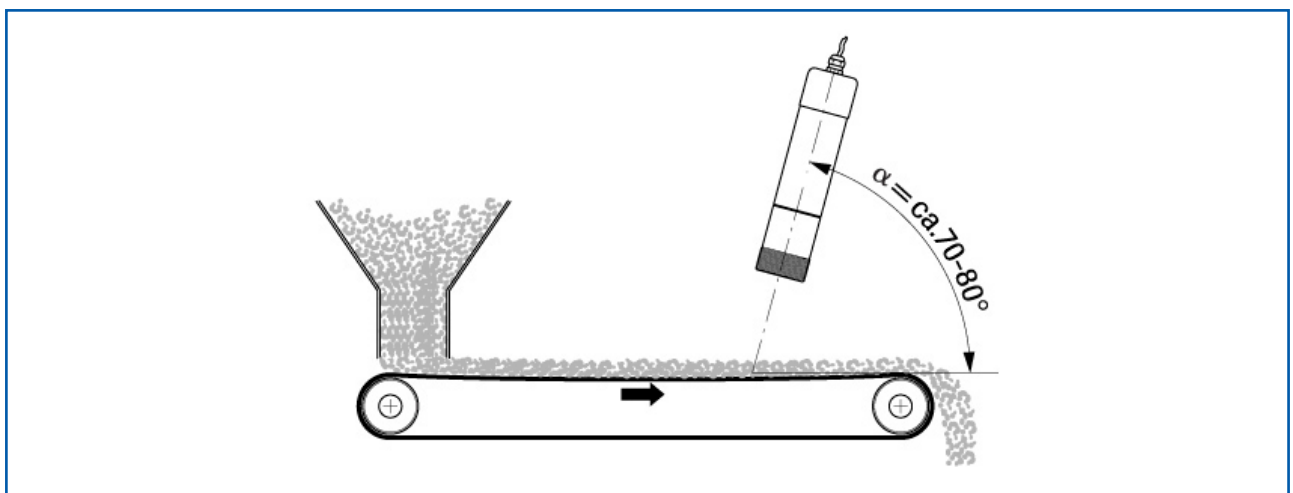

Abb. 7: Montage über Förderband
Wenn der FlowJam direkt über einem Förderband angebracht wird oder das zu detektierende Schüttgut eine geringe Profilierung aufweist, sollte der Sensor mit einer Neigung von ca. 70 - 80° montiert werden (Abb. 7).
- Eigenschaften des Materialflusses (siehe z. B. Abb. 7)